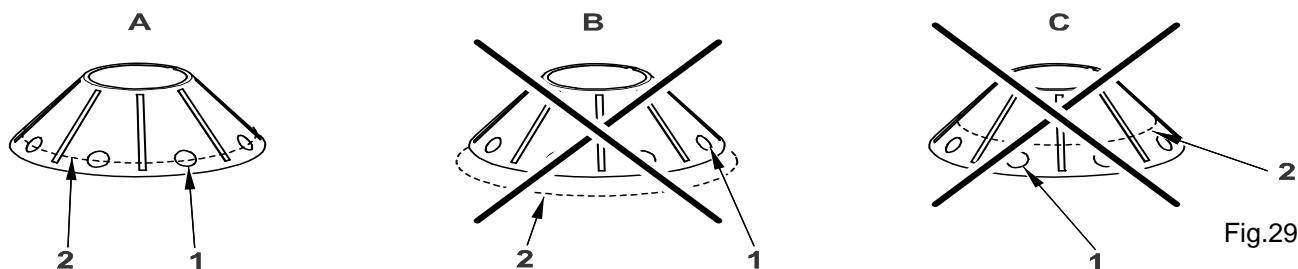
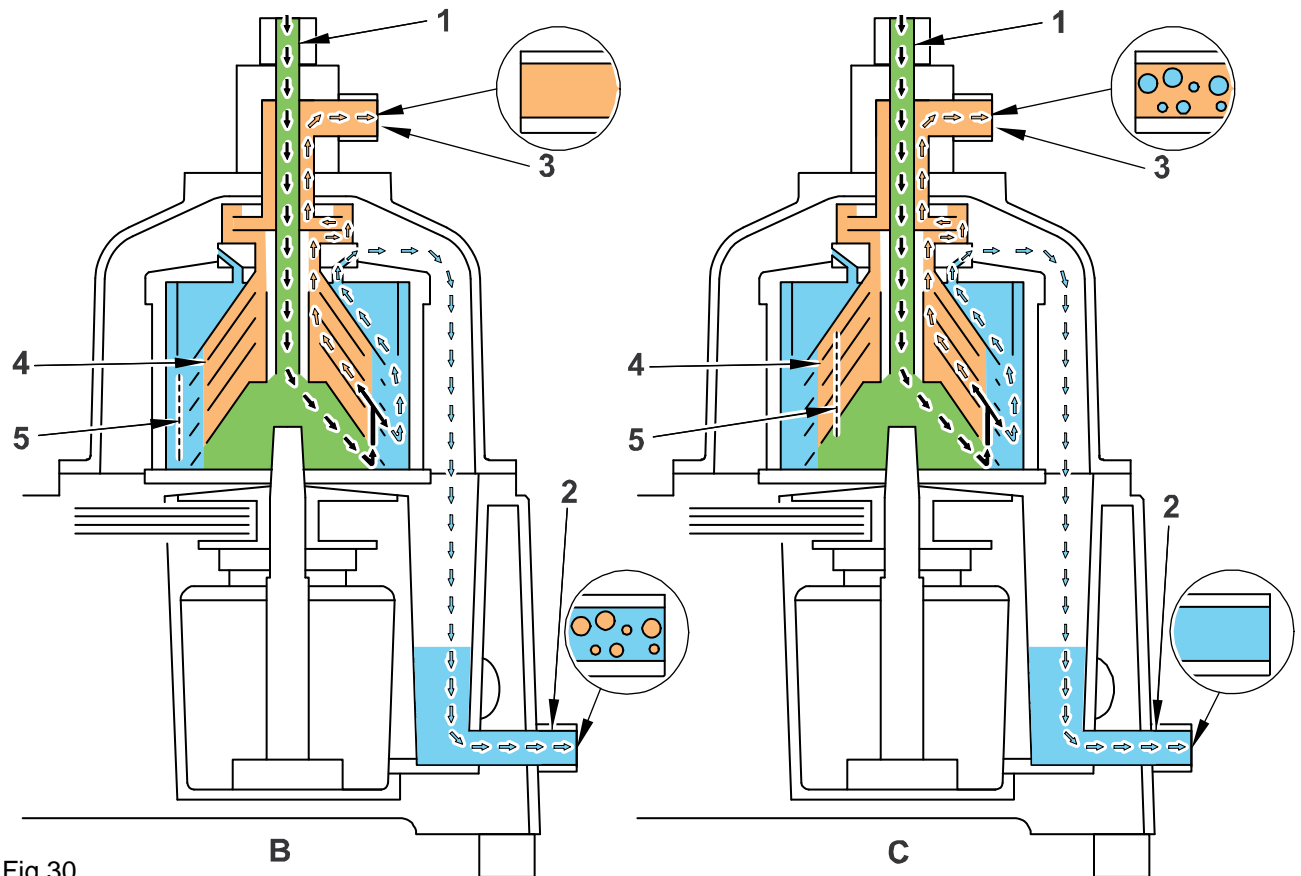

Fig.29
Fig.30
El producto alimentado al separador (Fig.30 Ref.1) se transporta hasta el apilado truncado de los discos del cono, donde ocurre la separación. Para la mejor eficacia de la separación, la interface que se crea entre las dos fases líquidas, convencionalmente llamado “línea de la separación” (Fig.29 Ref.2 y Fig.30 Ref.5), debe estar en la posición que corresponde a los agujeros de los discos del cono truncado (Fig.29 Ref.1 y Fig.30 Ref.4).
La mejor eficacia de la separación se alcanza si la línea de la separación corresponde a los agujeros de los discos del cono truncado (Fig.29 Ref.A y Fig.30 Ref.A), si no, usted puede comprobar los dos casos de siguiente
- Si la línea de separación se cambia hacia la periferia del tazón, hacia fuera del separador usted tendrá cierta fase ligera en la fase pesada (Fig.29. Ref.B y Fig.30 Ref.B);
- Si la línea de la separación se cambia hacia el eje de la rotación, hacia fuera del separador usted tendrá cierta fase pesada en la fase ligera (Fig.29 Ref.C y Fig.30 Ref.C).